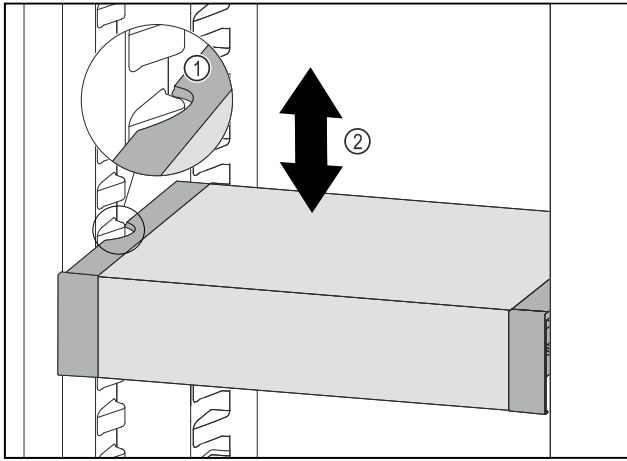

Fig. 155
- Tirer le VarioSafe vers l'avant jusqu'à ce que les encoches latérales du VarioSafe soient à la hauteur de la nervure du bac dans la partie réfrigérateur. Fig. 155 (1)
- Déplacer le VarioSafe vers le haut ou vers le bas dans la partie réfrigérateur jusqu'à ce que la hauteur souhaitée soit atteinte. Fig. 155 (2)